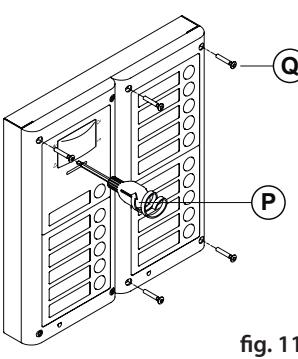

fig. 11
- Quando il sistema è stato testato ed è funzionante, procedendo a ritroso delicatamente, chiudere e fissare i supporti alle scatole da superficie utilizzando il cacciavite **P** (lato torx) e le viti **Q** fornite a corredo (Fig. 11). **Nota bene: non serrare le viti più del necessario.**